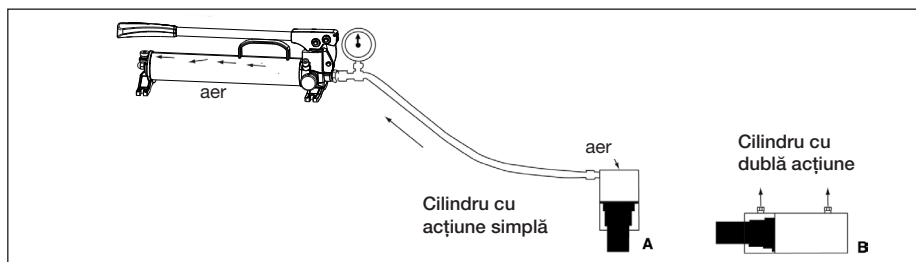

Figura 11, Eliminarea aerului
3. Poziționați pompa în poziție orizontală la o înălțime mai mare decât cilindrul. Vezi Figura 11.
2. Poziționați pompa în poziție orizontală la o înălțime mai mare decât cilindrul. Vezi figura 11.